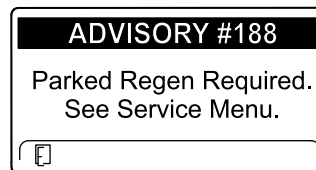

Figura 48
- É necessária regeneração em estacionamento AVISO N.º 188 (Figura 48)